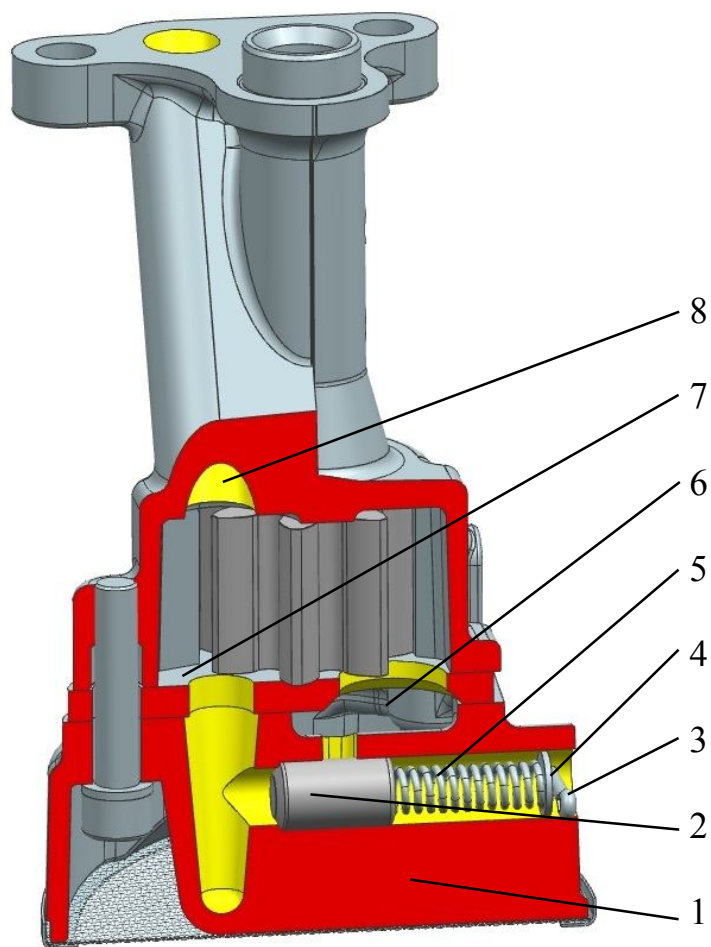

Рис.31. Разрез масляного насоса по редукционному клапану:
**Редукционный клапан** – плунжерного типа, расположен в приемном патрубке 1 (рис.31) масляного насоса. Плунжер клапана стальной, для увеличения твердости и износостойкости наружная поверхность подвергнута нитроцементации.